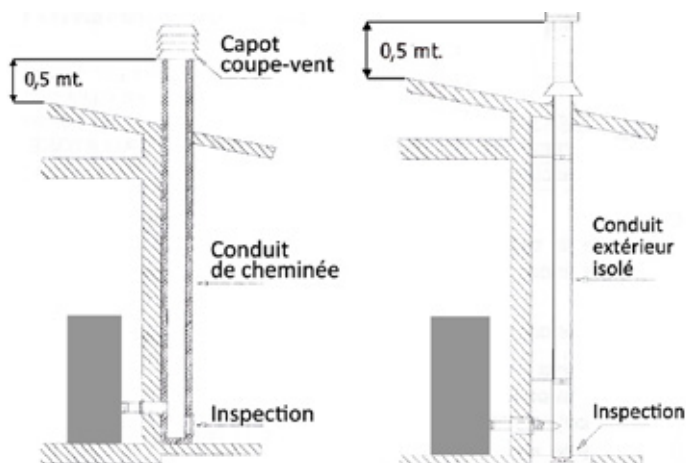

Fig. 2: raccord au conduit de cheminée
- La cheminée doit être positionnée de telle façon à garantir l'évacuation des fumées bien au-delà de la zone de reflux. Une telle zone a des dimensions et formes différentes suivant l'inclinaison de la toiture, pour cela il faut adopter nécessairement les hauteurs minimales (Fig. 2).